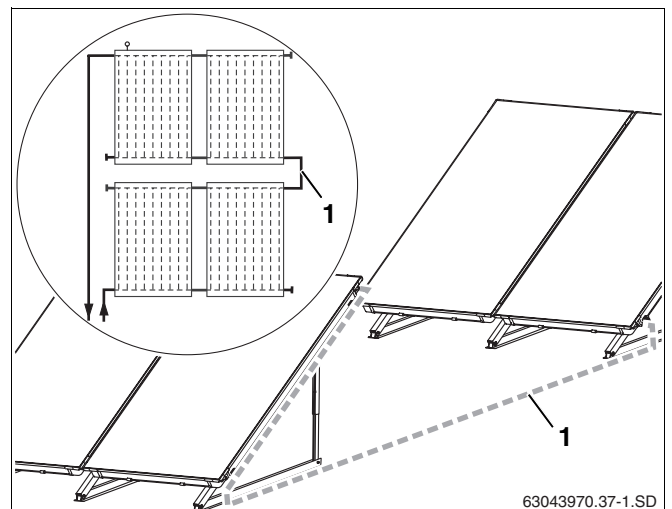

Fig. 60 Dos filas de colectores seguidas
Para conectar dos filas de colectores (fig. 60, **pos. 1**) necesitará un segundo juego de conexión.